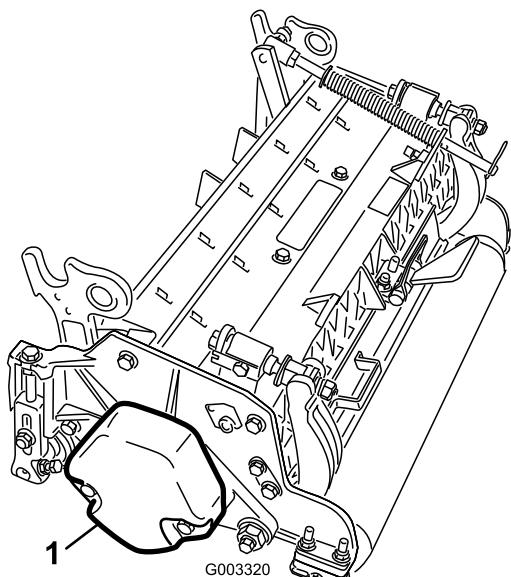

Figure 12
**Remarque:** Déposez le contrepoids (Figure 12).